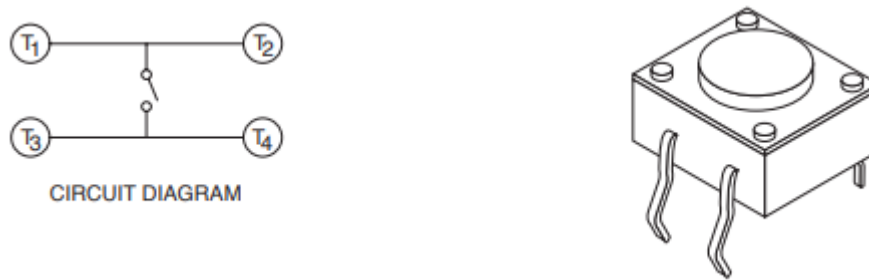

Figura 1: Interruptor- pulsador. Fuente: www.arduino.cc
1. En la primera parte, realizaremos una breve explicación de lo que es un interruptor y su funcionamiento. Comenzaremos explicando que el interruptor es un dispositivo eléctrico que, al pulsar un botón o girar una palanca, conecta dos contactos para permitir el paso de la electricidad a través de ellos. Los contactos que vamos a utilizar para esta práctica y su esquema eléctrico están representados en la figura 1.